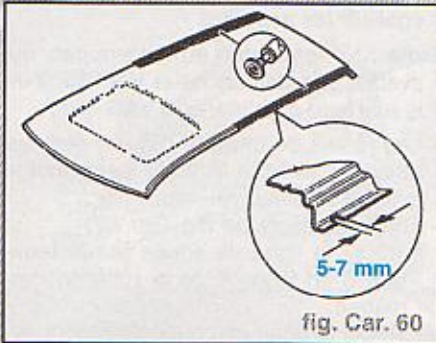

fig. Car. 60
- Pour le soudage ultérieur par bouchonnage sous gaz de protection, il faut meuler dans le flasque horizontal de pavillon des encoches (voir agrandissement) à l'aide d'une meuleuse droite ou à disque (fig. Car. 60)